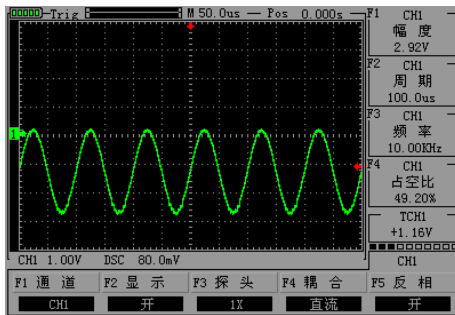

图2-7 波形反相
- 按下“CH1”→“F5”将反相设置为“开”即可看到波形反相，如图2-7